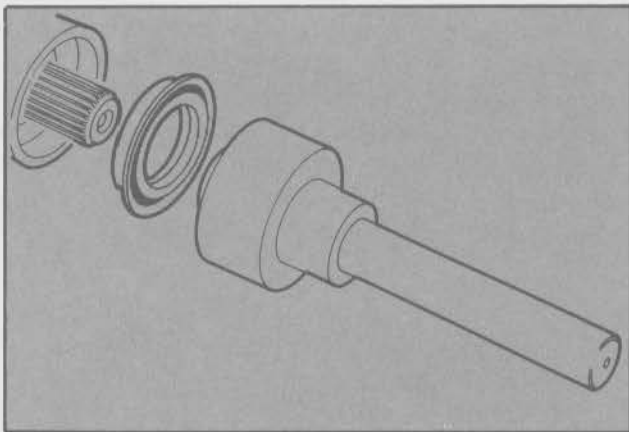

Fig. 129 - Colocación del retén de aceite de la extensión
- Introducir un nuevo retén de aceite, utilizando la herramienta especial T78G-77052-BAS y un martillo (Fig. 129).